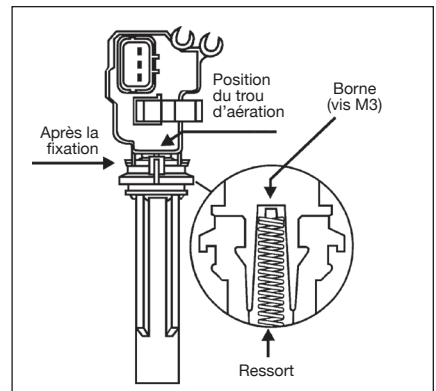

Fig. 2
4. Après avoir fixé la coiffe isolante sur la bobine, positionner le trou d'aération de la coiffe isolante. (Voir Fig. 2)